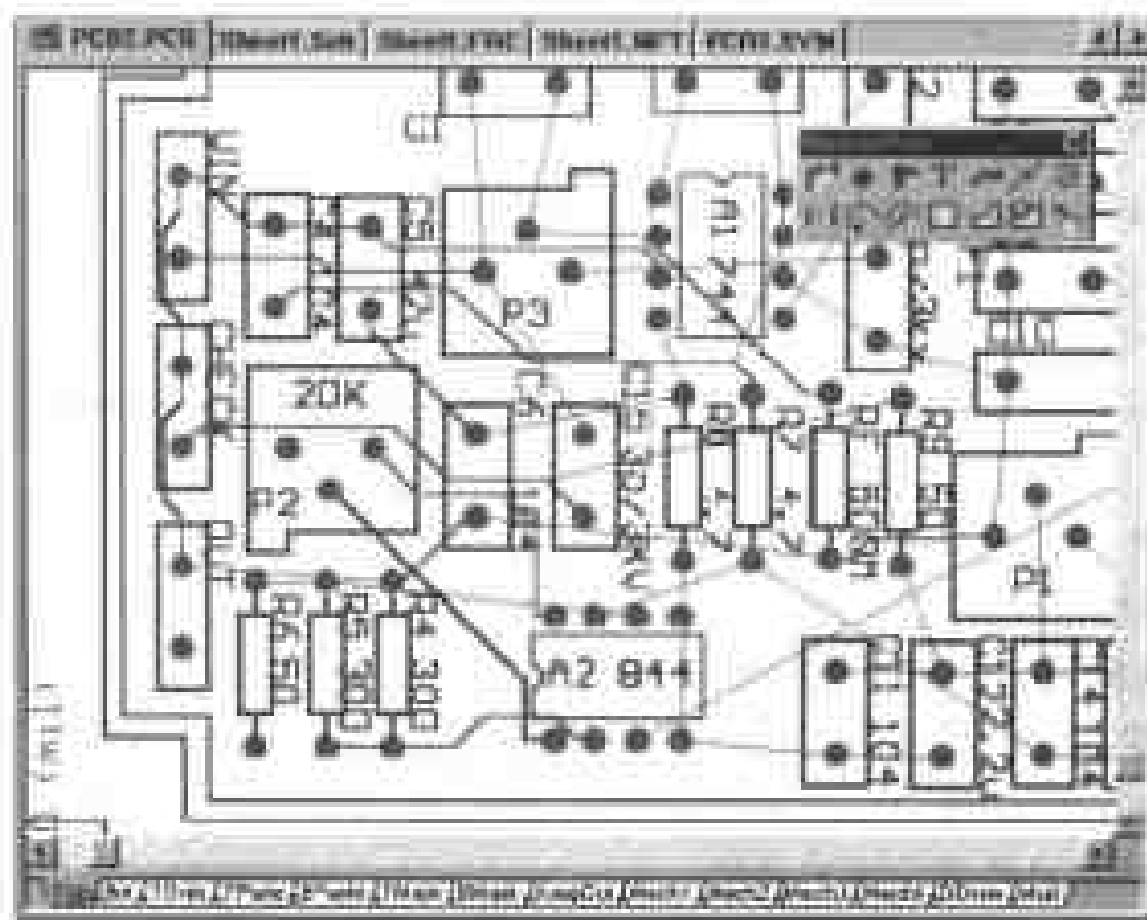

图 8-38 对指定区域布线
• Area 命令——区域布线命令。选择此命令后，鼠标箭头变为十字光标，将十字光标移动到图中某一位置单击，确定指定区域的一个顶点；然后继续移动十字光标，到图纸中另一处单击，确定指定区域的另一个顶点，则程序立即对该指定区域进行自动布线，即对该区域中包含的元件引脚进行布线，得到如图 8-38 所示的效果。完成布线后鼠标箭头仍为十字光标，用户还可以继续对其他网络进行布线，右击鼠标，即可退出网络布线状态。